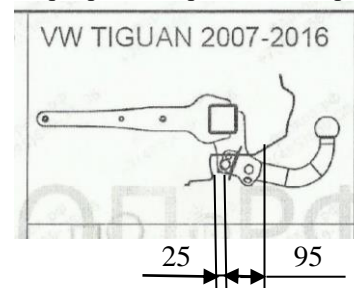

Рис.2. Установить бампер на место.
4.5 Для Фольксваген Тигуан (4WD) 2007-2016 г.в. в бампере сделать вырез – в центре снизу, 65 мм шириной и 95 мм длиной, отступив от ребра бампера на 25 мм как показано на рис.2. Для Шкода Кодиак 2017 - сделать вырез, отступив 5 мм от ребра бампера, 65 мм шириной и 120 мм длиной.